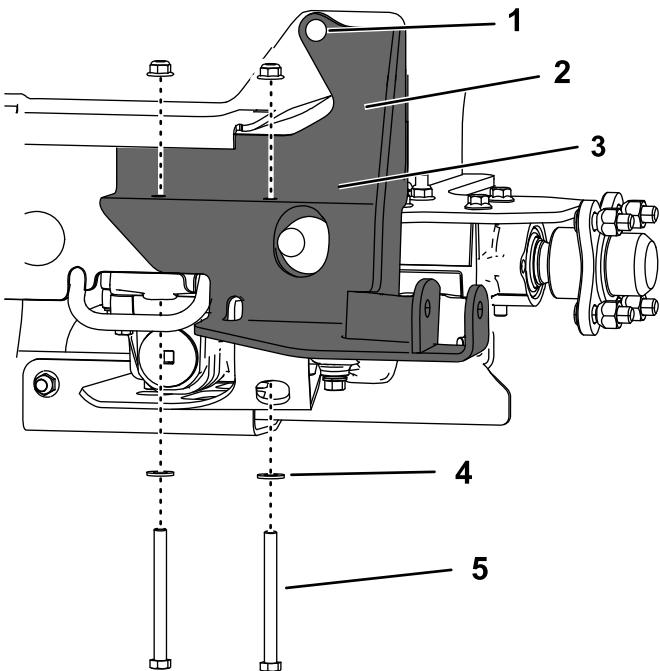

Figura 10
6. Installate la staffa del supporto inferiore sulla trasmissione utilizzando i 2 dadi che avete rimosso, 2 rondelle piene e 2 bulloni ($\frac{3}{8}$ " x 4") come mostrato nella Figura 10.